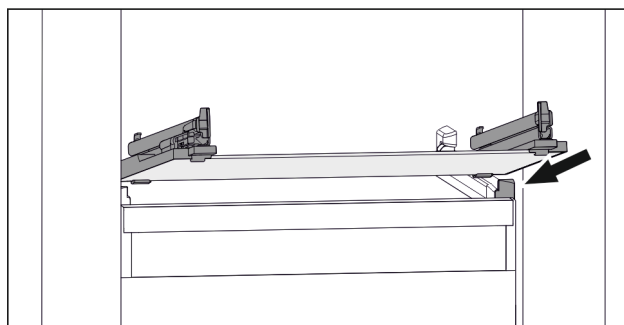

Fig. 83 Příklad znázornění skleněné desky
- Nasadte skleněnou desku šikmo za zářezky. (viz Fig. 83)